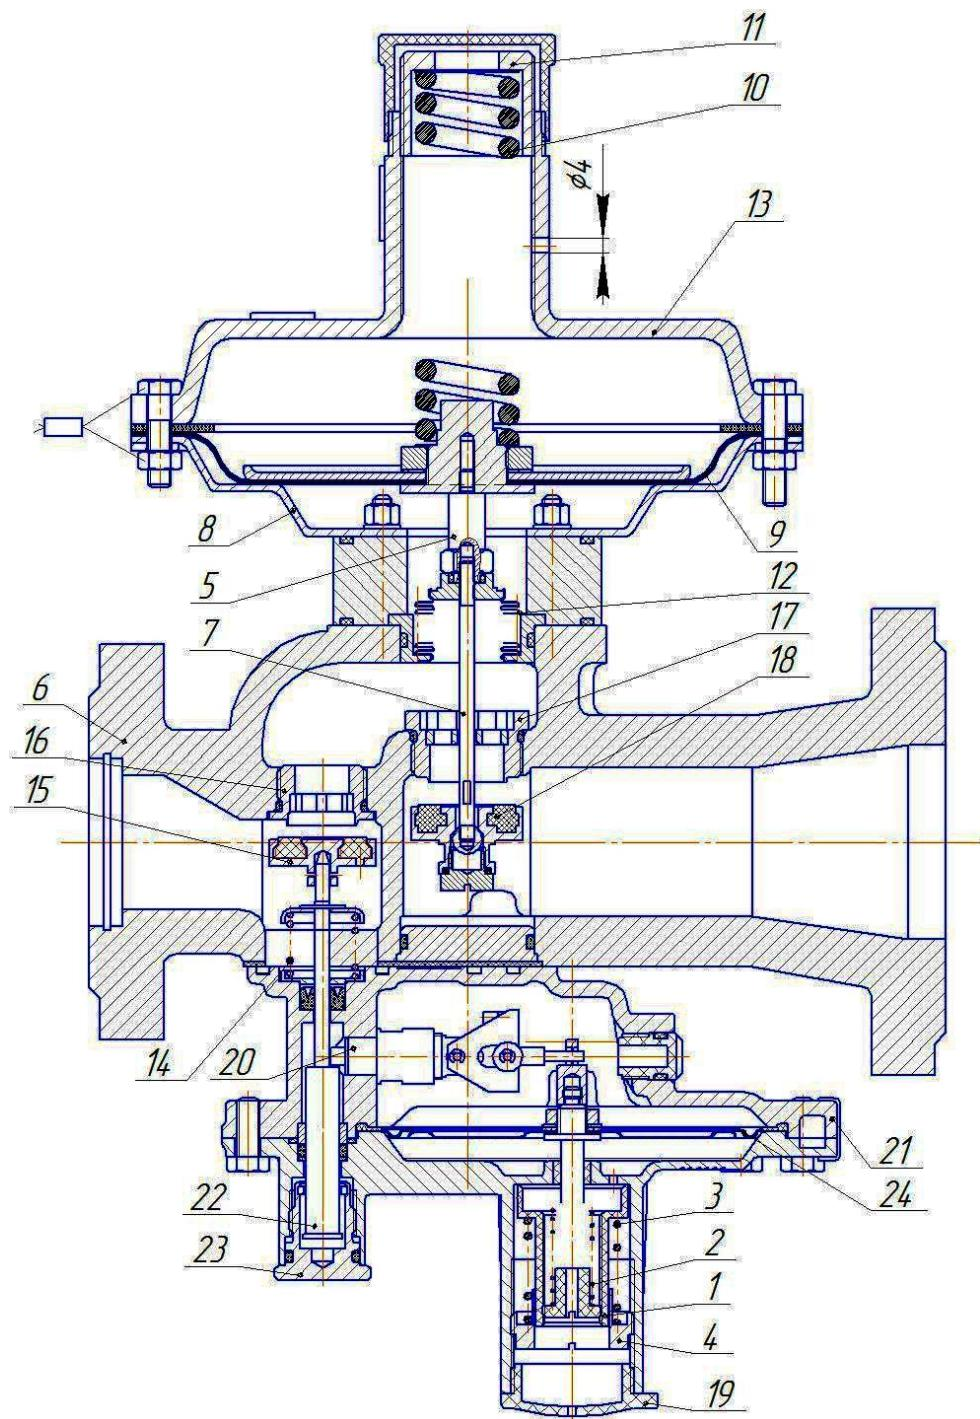

Рисунок 1- Функциональная схема.
Регулятор РДСК-50М (см. рисунок 1) состоит из двух основных узлов: собственно, регулятора и отключающего устройства.
2.3.8 Настройка выходного давления производится вращением направляющей 11 (см. рисунок 1), ослабляющей или сжимающей пружину 10. При вращении направляющей 11 по часовой стрелке выходное давление увеличивается, а против - уменьшается.